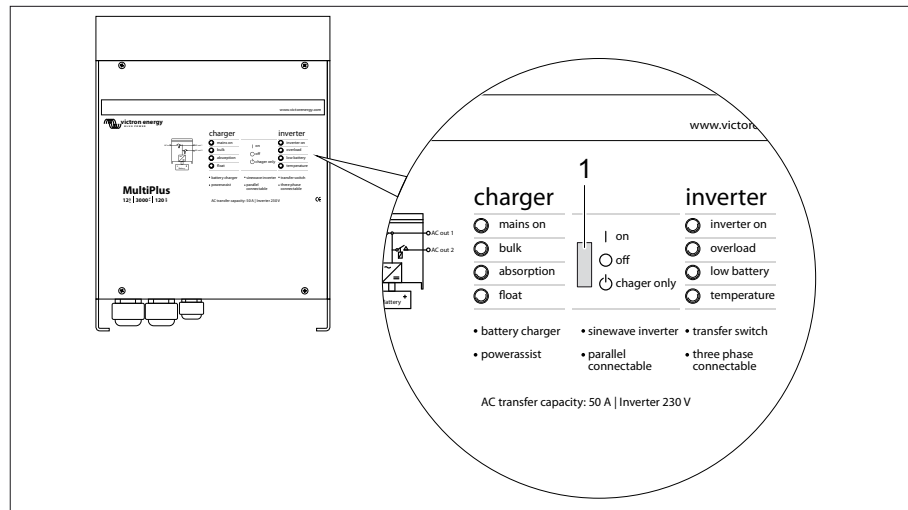

Fig. 242 Onduleur MultiPlus
Pour le fonctionnement correct du panneau Digital Multi Control, l'interrupteur basculant sur l'onduleur MultiPlus (Fig. 242,1) doit se trouver sur "on".
Positions de l'interrupteur basculant (Fig. 242,1)
- ▷ Si aucun raccordement 230 V n'est établi et que le véhicule n'est plus utilisé, l'interrupteur basculant (Fig. 242, 1) doit se trouver sur "off". Sinon, il est possible que les batteries soient déchargées au plus tard après 3-4 jours.